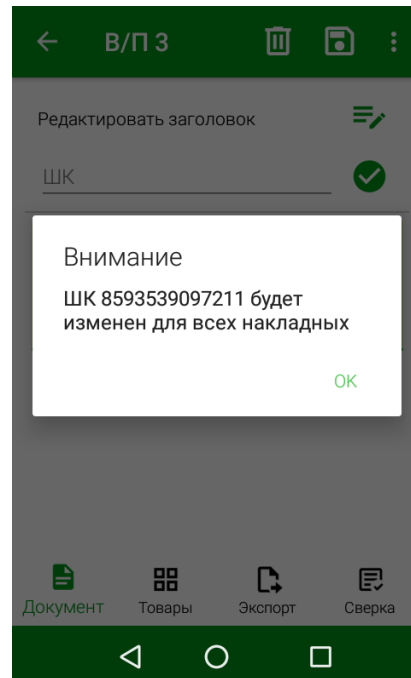

Рис. 122
**Внимание!** Если неизвестный штрихкод был добавлен в несколько накладных, а потом в одной из накладных данный штрихкод был сопоставлен с товаром StoreHouse5, то данный товар будет выставлен во всех накладных, сохраненных в ТСД (но не выгруженных в StoreHouse5). Сообщение об этом появится на экране при сохранении накладной (см. Рис. 122).